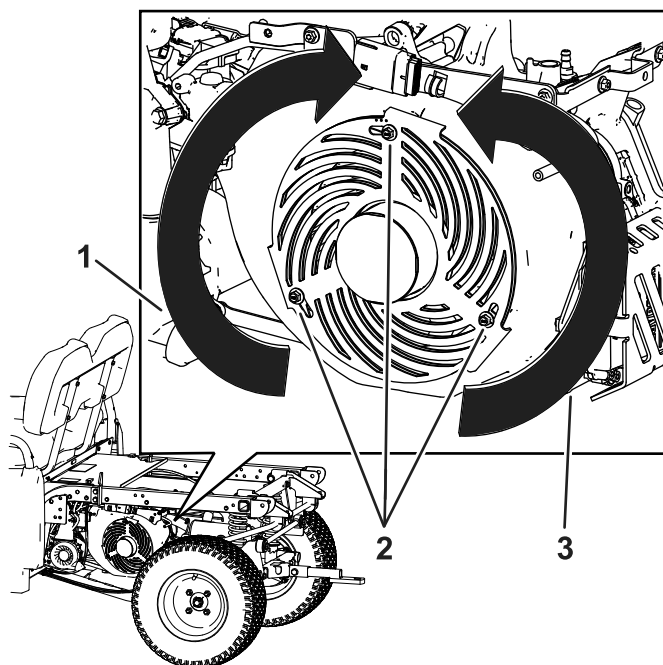

Figure 15
1. Desserrez les 3 vis sur la grille de ventilation (Figure 15).
2. Pour fermer la grille de ventilation, tournez-la dans le sens horaire. Pour ouvrir la grille de ventilation, tournez-la dans le sens antihoraire (Figure 15).